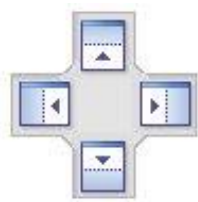

Рис. 32. Пиктограмма ориентации функциональных панелей в рабочем пространстве
2. Продолжая удерживать кнопку мыши, навести курсор на одну из пиктограмм (рисунок 32):